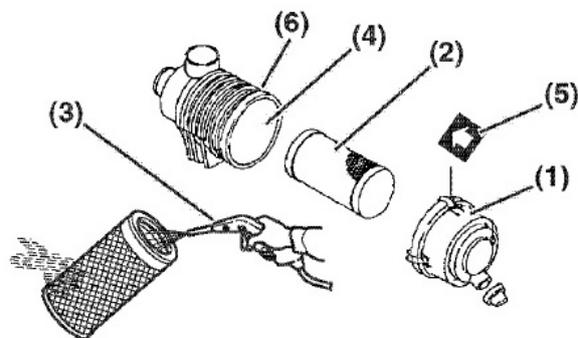

Abb. 31: Luftfilter
Schritt 1: Luftfilterdeckel entriegeln und abnehmen (Abb. 31, Pos. 1).
Schritt 2: Einsatz (den äußeren Einsatz bei zwei Einsätzen auf Abb. 31, Pos. 2) entfernen.
Schritt 3: Druckluft mit 42-71 PSI (0,29-0,49 MPa, 3,0-5,0 kgf/cm²) von Ihnen nach Außen durch den Einsatz blasen (Abb. 31, Pos. 3), um die Partikel zu entfernen. Den niedrigsten möglichen Luftdruck verwenden, um den Staub ohne Beschädigung des Einsatzes zu entfernen.
Schritt 7: Den Einsatz wieder in das Luftfiltergehäuse (Abb. 31. Pos.4) einsetzen.
Schritt 8: Den Luftfilterdeckel wieder einsetzen und dabei sicherstellen, dass der Pfeil (Abb. 31, Pos. 5) auf dem Deckel (Abb. 31, Pos. 6) übereinstimmt.